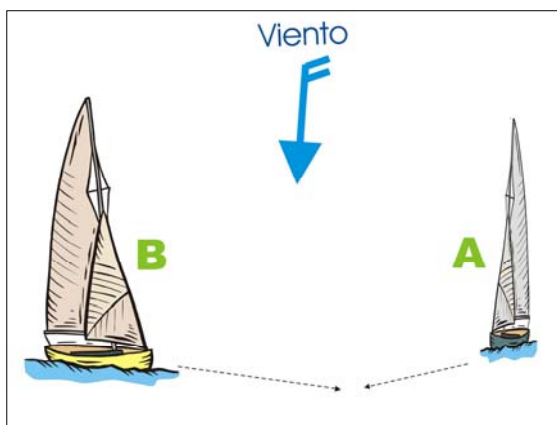

Fig. 8.3 Maniobrará el B porque recibe el viento por el costado de babor
- i. cuando cada uno de ellos reciba el viento **por bandas contrarias, el que lo reciba por babor** se mantendrá apartado de la derrota del otro, (maniobrá). (Fig.8.3)